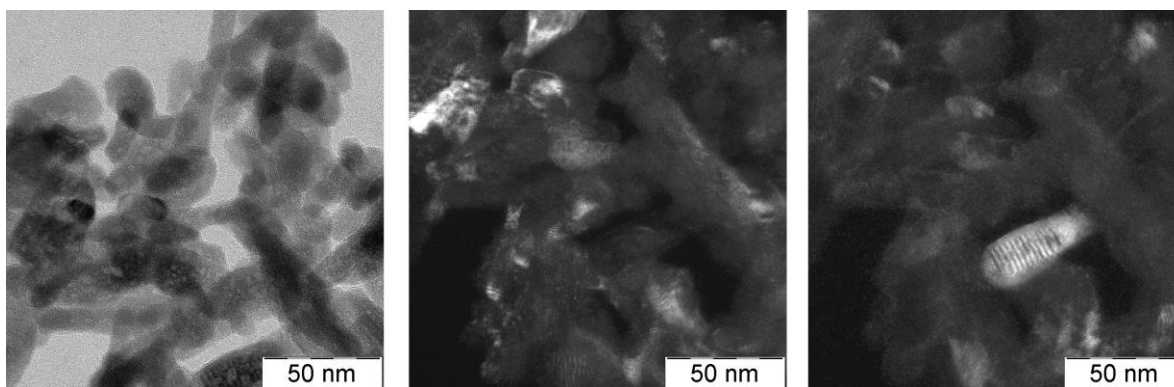

Рис. 1 Светлопольное и темнопольные изображения порошка гидроксиапатита
1. По совокупности светлопольного и темнопольных ПЭМ изображений нанопорошка (рис. 1) оценить средний размер нанозерен.